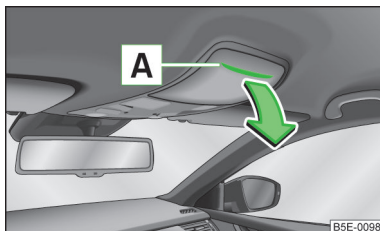

Fig. 71
- Apăsăți pe capacul compartimentului pentru ochelari în zona **A** » fig. 71, compartimentul se rabatează în sensul săgeții.